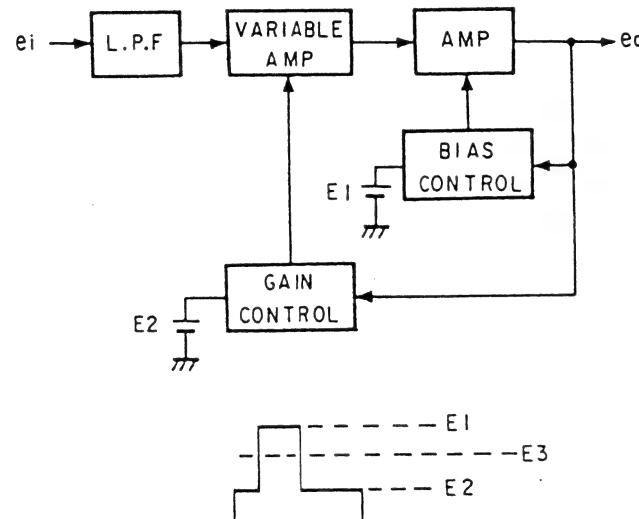

図2
L.P.F (Q701), 可変増幅器 (Q702～Q705) AMP (Q706, Q707), バイアスコントロール回路 (Q708～Q710), ゲインコントロール回路 (Q711, Q712) より構成されています。図2のeo (Q707のコレクタ) には、反転した COMPOSITE VIDEO (SYNC) 信号が output されます。バイアスコントロール回路は、eo の最大値と E1 (Q708のベース電圧) を比較し、一致するように AMP のバイアスをコントロールします。また、ゲインコントロール回路は、eo のペデストル電圧と E2 (Q711のベース電圧) を比較し一致するように可変増幅器のゲインをコントロールします。